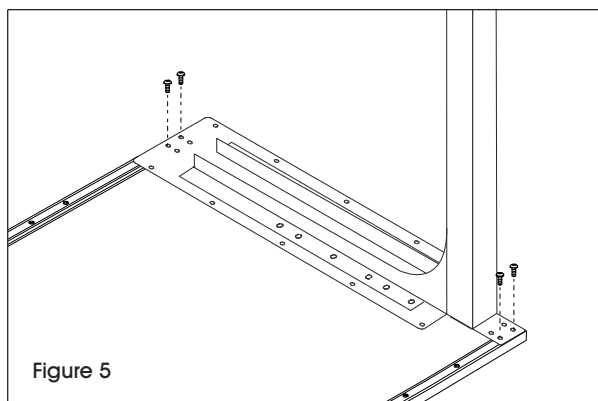

Figure 5
2. Sécurez le pied en L (6) avec quatre boulons de 1/4 po-20 x 5/8 po. Des douilles filetées sont fournies. (Voir Figure 5)